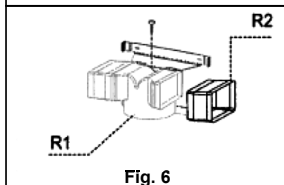

Fig. 6
Bij bepaalde modellen is standaard een groep koppelingen voorzien (fig.6) die via expansiepluggen op de muur moeten worden bevestigd, op een geschikte hoogte om de luchtstroom te kanaliseren ter hoogte van de spleten van de afvoerpijp. Steek de verlengstukken R2 aan de zijkant op de koppeling R1. Sluit de koppeling R1 aan op de uitgang van de romp van de kap met behulp van een buis met een diameter van D.150mm.
• MONTAGE AFVOERPIJPEN (fig. 6):